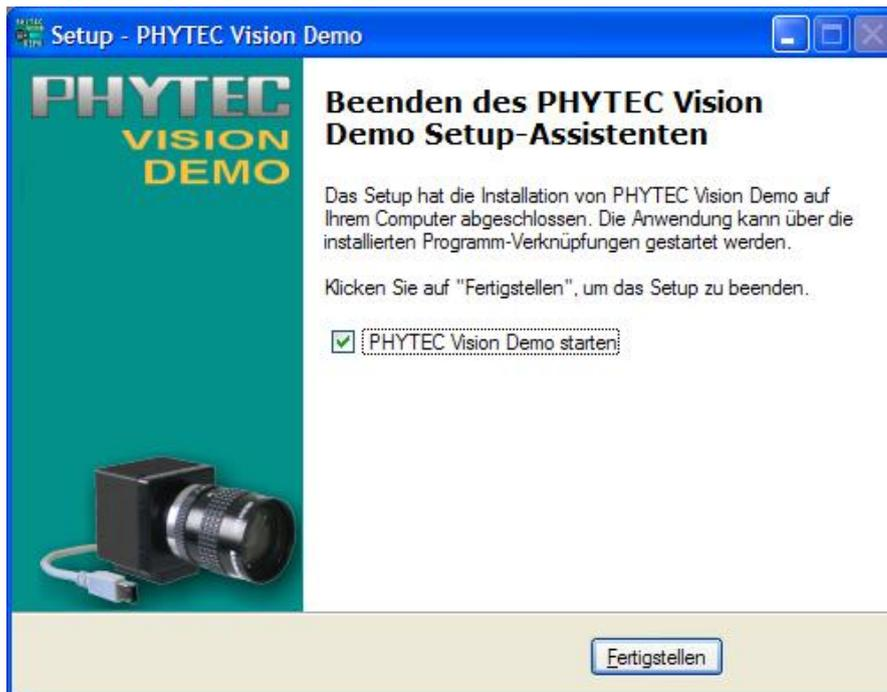

Bild 19: Installation beendet, Schritt 4
- Nach erfolgreichem Abschluss der Installation beenden Sie den Vorgang mit „Fertigstellen“ (Bild 19).